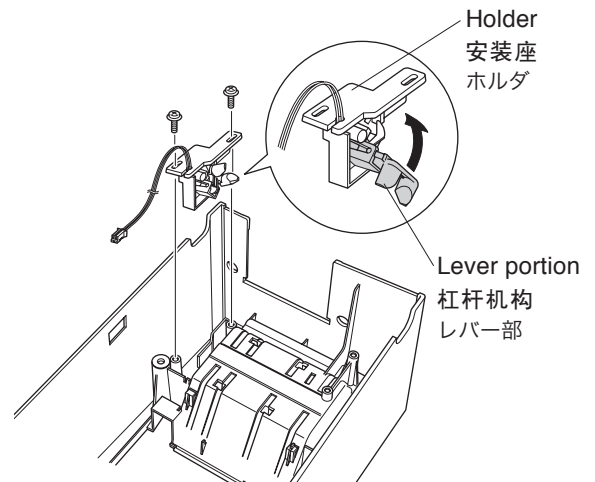

Fig.3 Setting the Near End Switch
- ② Turn over the case that you removed.
- ③ As shown in Fig. 3, hold the near end switch with the lever portion flipped toward the holder. Position the two oblong holes in the holder with the boss positions in the case and insert them into the case.
- ④ Loosely fasten the screws. Then, move the near end switch so that the V marked in the oblong hole in the front is positioned in the center of the screw.
- ⑤ Firmly tighten the screws.
- ① 取出 4 个螺丝，取出打印机外壳。取外壳时，稍用力将电源开关旁的壳往外推以免被该开关别住。
- ② 将取出的外壳翻转。
- ③ 如图 3 所示，将带杠杆机构的纸将尽开关轻放入安装位置。用机盖上的两个突起位置将两个椭圆形孔定位，放入外壳里。
- ④ 上好螺丝，不要太紧。然后，移动纸将尽开关，让前端椭圆形孔的 V 形标记定位于螺丝的中间。
- ⑤ 上紧螺丝
- ② 取り外したケースを裏返してください。
- ③ ニアエンドスイッチは図3のようにレバー部をホルダ側へ倒した状態で持ち、ホルダ部の2つの長穴をケース本体のボスの位置に合わせるようにして、ケース内に入れてください。
- ④ ネジを緩く締めてから手前の長穴に表記されているVの文字がネジの中心位置になるようにニアエンドスイッチを移動させてください。
- ⑤ ネジをしっかり締めて固定してください。